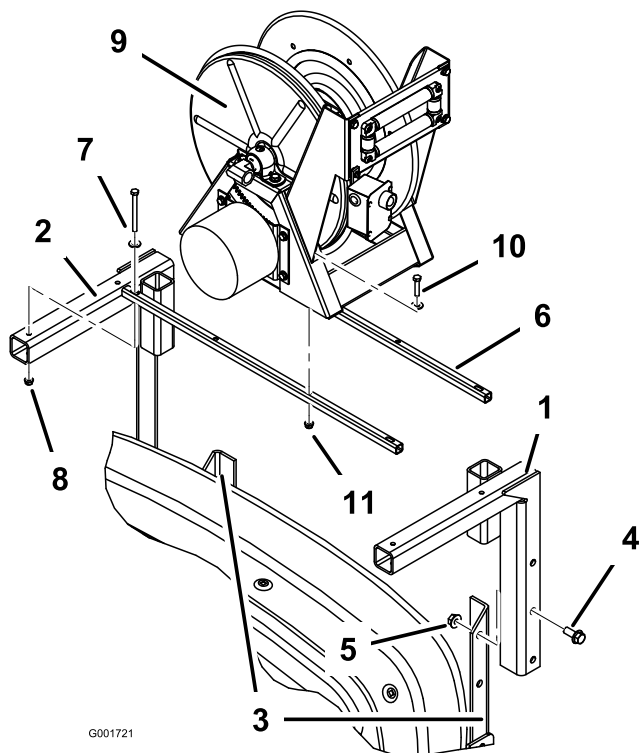

Figura 3
2. En la parte trasera de la máquina, introduzca los soportes del carrete de la manguera derecho e izquierdo en el bastidor de los brazos, según se muestra en Figura 3. Sujete los soportes al bastidor de los brazos usando 4 pernos con arandela prensada (1/2 x 1-1/4 pulgada) y 4 tuercas con arandela prensada (1/2 pulgada).
3. Instale los 2 tubos de montaje del carrito de la manguera en la parte superior de los soportes del carrito (Figura 3) usando 4 pernos (5/16 x 3-1/2 pulgadas), arandelas planas (diámetro exterior 11/16 pulgada) y tuercas con arandela prensada (5/16 pulgada).
4. Instale el conjunto del carrito de la manguera en los tubos de montaje del carrito (Figura 3) usando 4 pernos (5/16 x 1-1/2 pulgada), arandelas planas (diámetro exterior 7/8 pulgada) y tuercas con arandela prensada (5/16 pulgada). No apriete del todo las fijaciones para poder ajustar la posición más tarde.